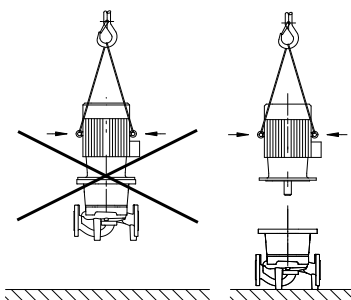

Fig. 6: Transportul motorului
- Inelele de transport de la motor trebuie folosite doar pentru transportul motorului, nu pentru toată pompa (fig 6).